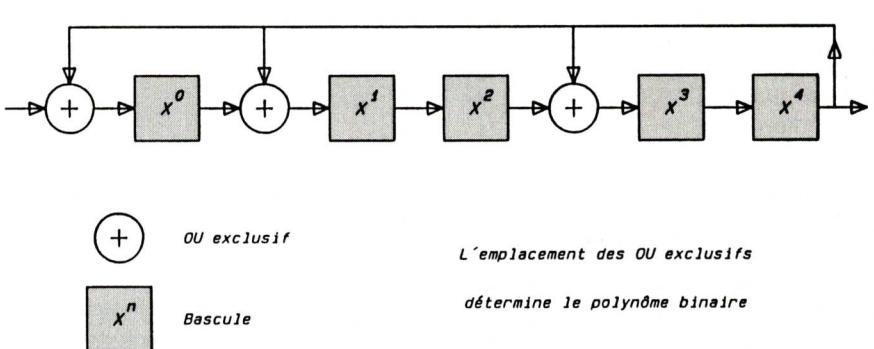

Fig. 5 : Registre LFSR
• **LFSD (Linear Feedback Shift Register)** - Figure 5 - Le registre LFSD est un simple registre rebouclé. Il est utilisé dans deux fonctions différentes.